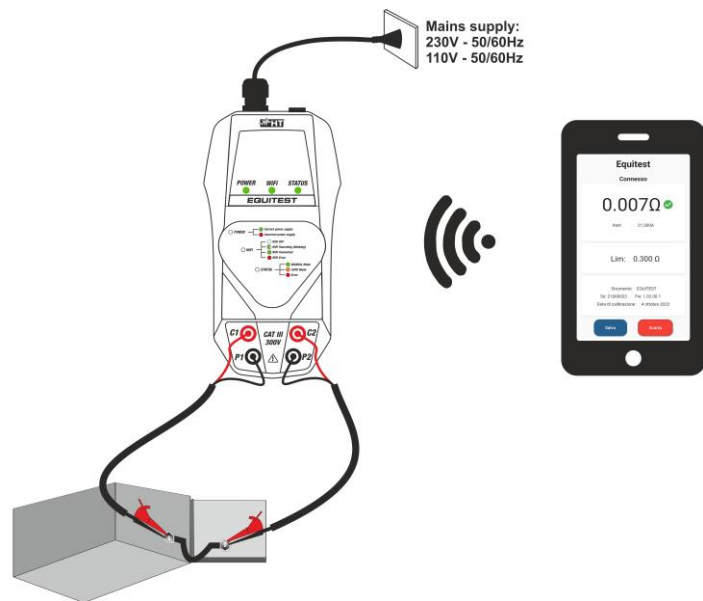

Fig. 4 Uso do instrumento com HT Equestest APP
5. Ligar os dois cabos pretos do conjunto de cabos **C7000** aos conectores de entrada **P1** e **P2** e os dois cabos vermelhos aos conectores de entrada **C1** e **C2** (ver Fig. 4)
6. Ligar os cliques de jacaré do conjunto de cabos **C7000** às extremidades do objecto de teste (ver Fig. 4)
7. Toque no botão "**Medição**" dentro do APP para ativar o teste no **modo Manual** ou simplesmente movendo os terminais de teste se o **modo Automático** estiver selecionado. O instrumento fornece a corrente de teste > 10A AC e o resultado da medição é mostrado no APP (ver Fig. 4) com a indicação "✓" no caso de um teste aprovado ou "!" no caso de um teste reprovado